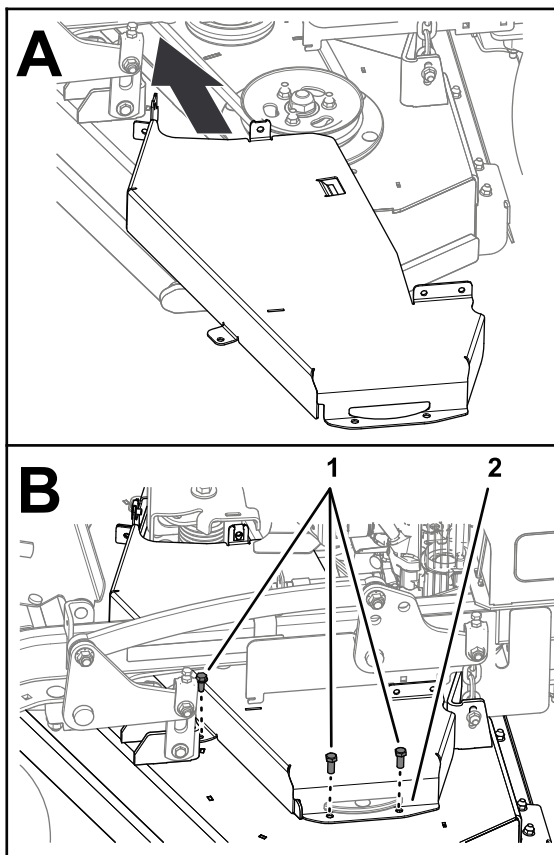

図 42
1. 左側ベルトカバーをデッキに取り付ける 図 42 左側ベルトカバーの取り外し \(ページ 24\) で取り外したボルト3本を使用する。